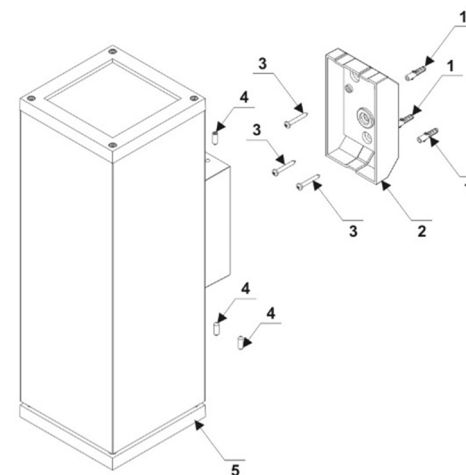

РИС.1. Монтаж светильника
5.1. Монтаж светильника (РИС.1)
- в) Отсоедините установочную панель (2) с обратной стороны светильника, вывернув крепежные винты (4);
- г) Наметьте и проделайте отверстия в монтажной поверхности, исходя из расположения отверстий на установочной панели (2). Вставьте дюбели (1) в подготовленные отверстия в монтажной поверхности;
- д) Протяните питающий кабель сквозь центральное отверстие в установочной панели (2);
- е) Прикрепите установочную панель (2) к монтажной поверхности с помощью саморезов (3), используя подготовленные ранее отверстия с дюбелями. Не допускайте пережатия питающего кабеля;
- з) Прикрепите светильник (5) к установочной панели (2) с помощью крепежных винтов (4);